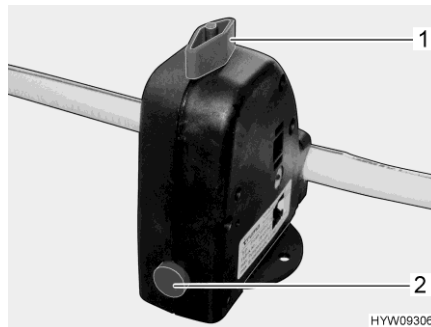

Fig. 166 Valve de sécurité et de vidange (chauffe-eau)
Le chauffe-eau est équipé d'une valve de sécurité et de vidange (Fig. 166). La valve de sécurité et de vidange empêche que l'eau ne gèle dans le chauffe-eau lorsque le chauffage n'est pas allumé en cas de gel.
- Fermer la valve de sécurité et de vidange. Tourner pour cela le bouton rotatif (Fig. 166,1) dans le sens transversal par rapport à la valve de sécurité et de vidange et enfoncer le bouton-poussoir (Fig. 166,2).
- Ouvrir la valve de sécurité et de vidange. Tourner le bouton rotatif (Fig. 166,1) dans le sens longitudinal par rapport à la valve de sécurité et de vidange. Le bouton-poussoir (Fig. 166,2) ressort. Le chauffe-eau est vidé à l'extérieur par le biais de la valve de sécurité et de vidange.